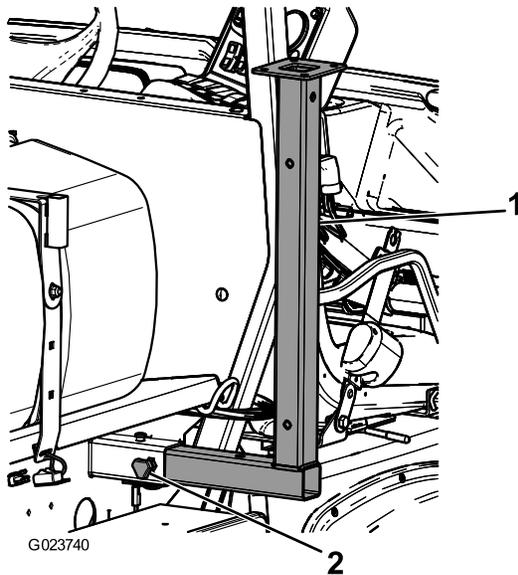

Figure 49
1. Insérez les pieds de support avant à l'envers, près des points d'attache avant (Figure 49).